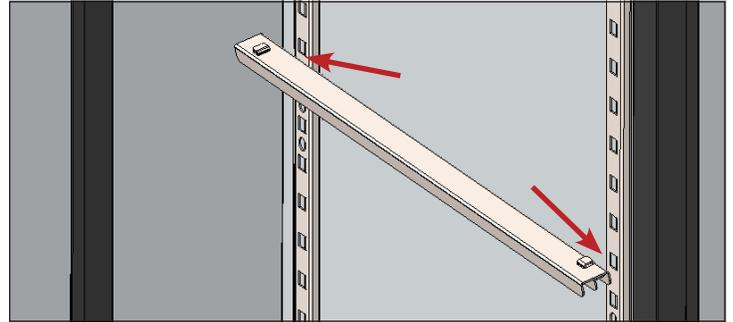

Fig. 1. Allineare le linguette con gli intagli.
2. Allineare le linguette dello scorrimento del ripiano/vaschetta con gli intagli nelle cremagliere frontali e posteriori all'altezza desiderata. Vedere fig. 1.